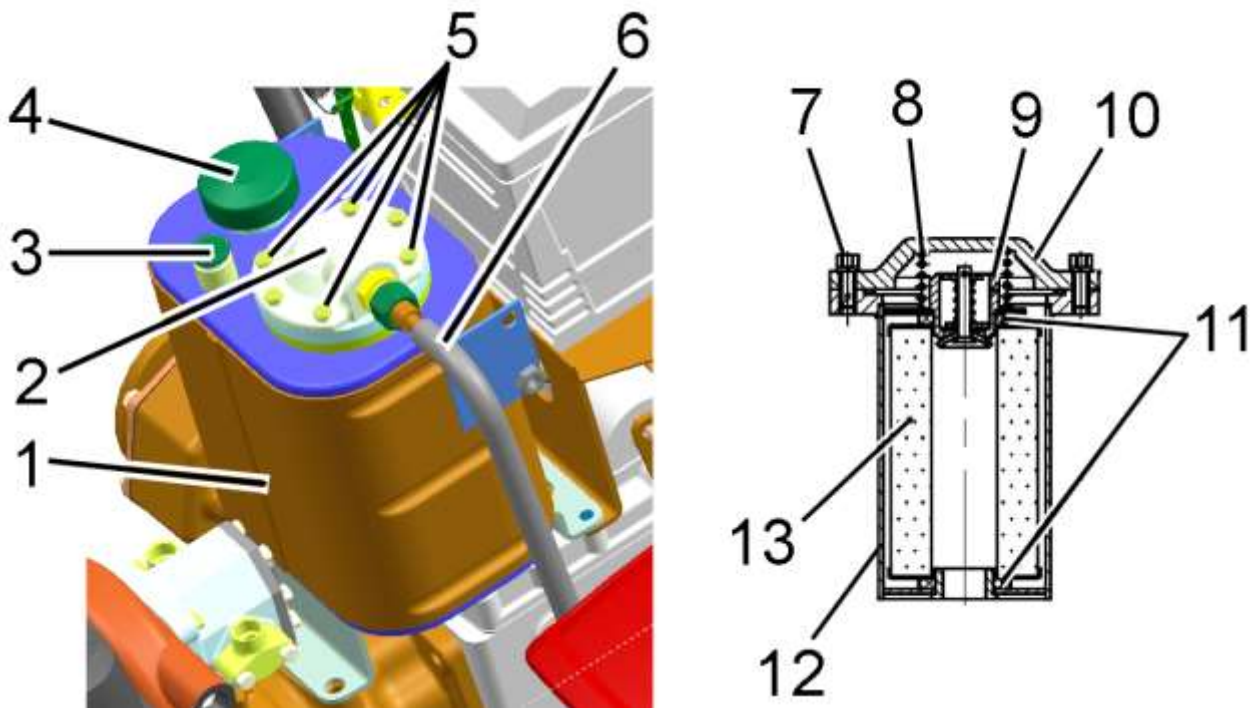

Рисунок 6.4.13 – Замена фильтрующего элемента в баке ГНС
- отсоедините сливную трубку 6 (рисунок 6.4.13) от штуцера фильтра;